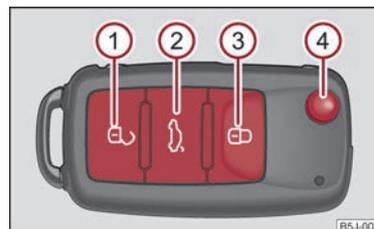

Abb. 16 Funkschlüssel
- Drücken Sie die Taste ① ⇒ Abb. 16 für etwa 1 Sekunde.